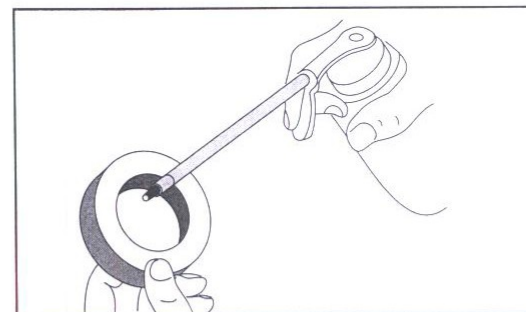

Fig. 21
4. Der foretages en let smøring af filtret med ren olie (Fig. 21).